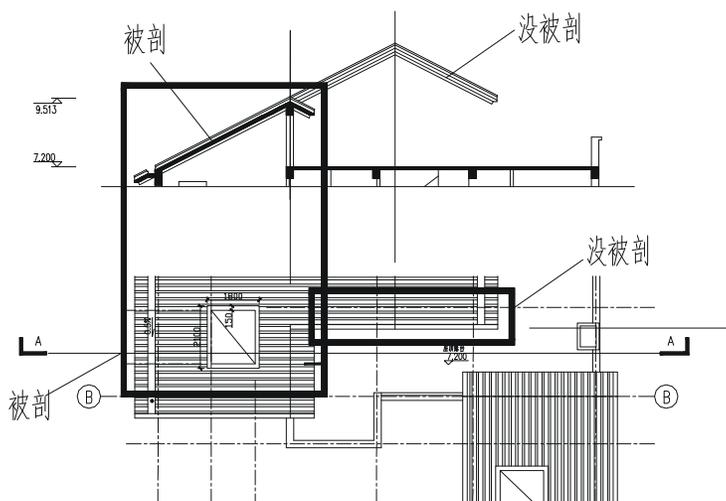

图 10-2-28
**STEP 24** 绘制左边部分被剖开的剖面，即对被剖开的部分进行填充，如图 10-2-28 所示。